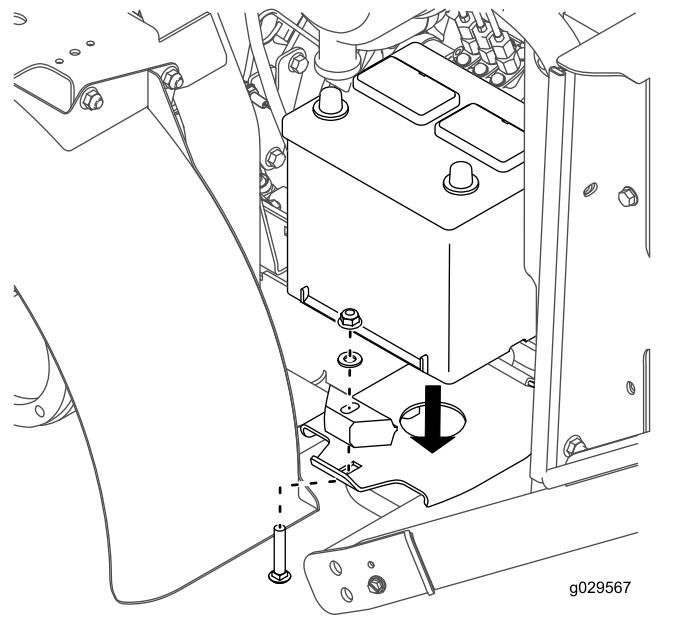

Bild 25
8. Befestigen Sie die Batterie lose mit der Schlossschraube, der Befestigungsplatte, der Scheibe und Mutter, die Sie vorher entfernt haben, an der Batterieplattform (Bild 25).